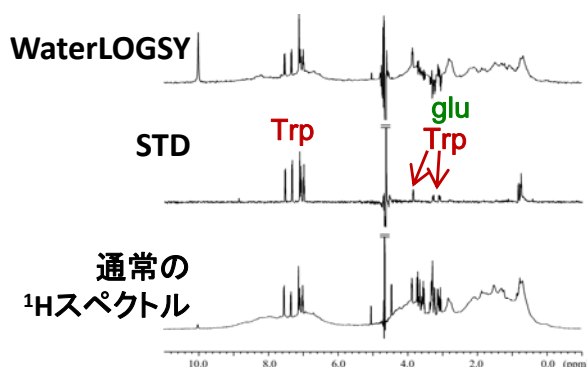

図1 WaterLOGSY法とSTD法の比較: ヒト血清アルブミン(HSA)とトリプトファン(Trp)複合体のNMR
- ▶ ヒト血清アルブミン(HSA)とトリプトファン(Trp)の複合体の通常の¹H NMRスペクトルに対するWaterLOGSY法及びSTD法によるスペクトルを図1に示します。
- ▶ WaterLOGSY法では、タンパク質によるシグナルは十分には消去できていませんが、結合しないグルコースのシグナルは下向きになります(図1上)。
- ▶ STD法では、タンパク質によるシグナルは効率よく消去され、結合したトリプトファンのシグナルをより鮮明に確認することができます(図1中)。